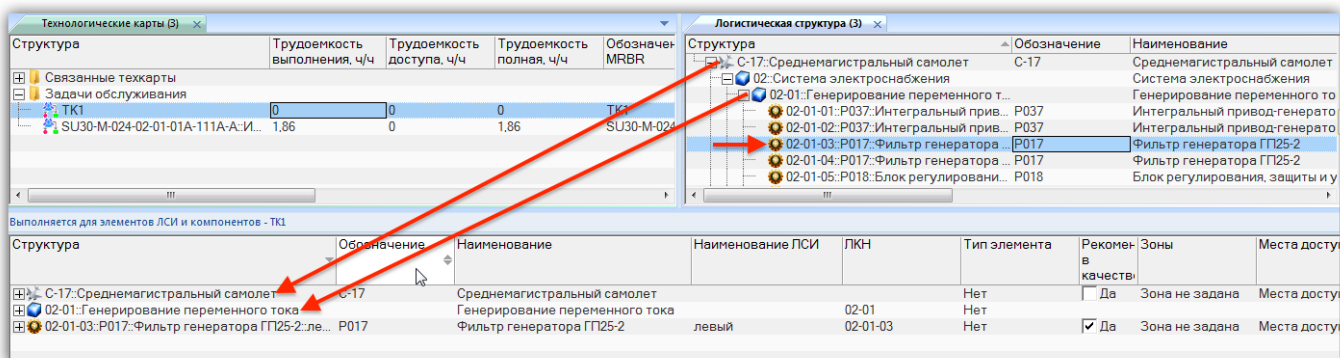

Рис. 12-46 – Связь ТК с ВС и ЛСИ-системой, в которые входит компонент
8) Аналогичным образом устанавливается связь ТК с ЛСИ-системой и ВС, в которые входит компонент (рис. 12-46).